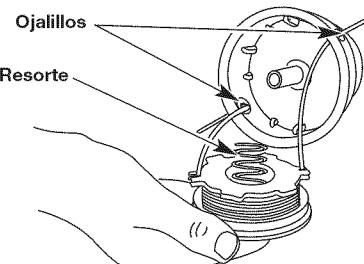

Fig. 21
13. Inserte los extremos partidos de la línea a través de los ojalillos de la bobina exterior y coloque el carrete interior con el resorte dentro de la bobina exterior (Fig. 21). Empuje el carrete interior y la bobina exterior entre sí.
- Inserte los extremos de la línea en los ojalillos de la bobina exterior (Fig. 21).